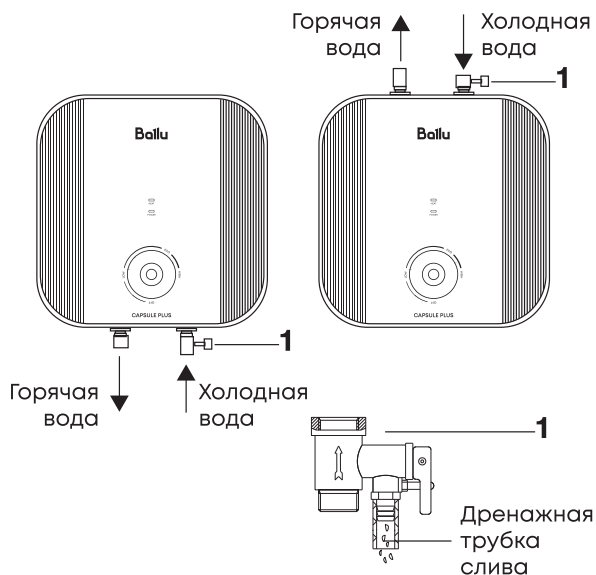

Рис. 8. Capsule Plus O (слева) и Capsule Plus U (справа)
3. Предохранительный клапан следует устанавливать в месте входа холодной воды (см. рис. 8).